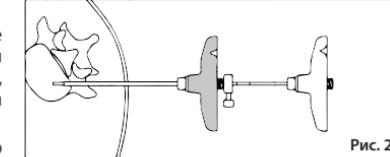

Рис. 2
РИС. 2 Вводите заполнитель (A) в расположенную острую канюлю (транспедикулярного проводника Preston) до тех пор, пока датчик глубины на заполнителе (A) не соприкоснется с наконечником Люэра острой канюли.